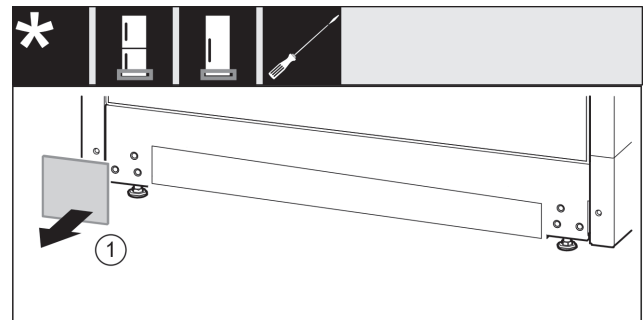

Fig. 11
- ▶ Vegye le a borítást. Fig. 11 (1)